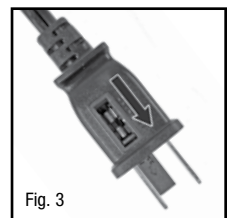

Fig. 3
- Puede acceder a el fusible fundido abriendo la puerta que se encuentra en la parte lateral del enchufe. Deslice la puerta hacia afuera hasta que el fusible fundido esté completamente visible (Fig. 3).
- Alinee los 3 agujeros de los tornillos en la parte inferior del pedestal con los 3 agujeros en la base de forma que el sujetador del cable eléctrico esté en la parte posterior de la unidad (Fig. 3).